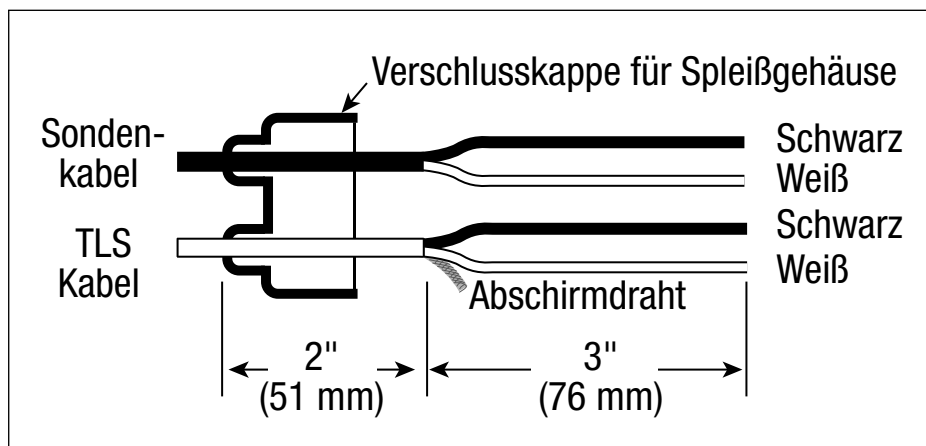

Abbildung 19. Abmessungen der Verbindungslänge
2. Schneiden Sie die Eingangslöcher für die Endkappe des Weichvinylepoxidgehäuses so zu, dass sie für jeden Kabeldurchmesser geeignet sind. Beschränken Sie die Größe der Löcher auf ein Minimum. Führen Sie etwa 127 mm jedes Kabels durch die Öffnungen [Abbildung 19]. Entfernen Sie 76 mm des Außenmantels von jedem Kabel. Schneiden Sie die Isolierung von den Leitern.